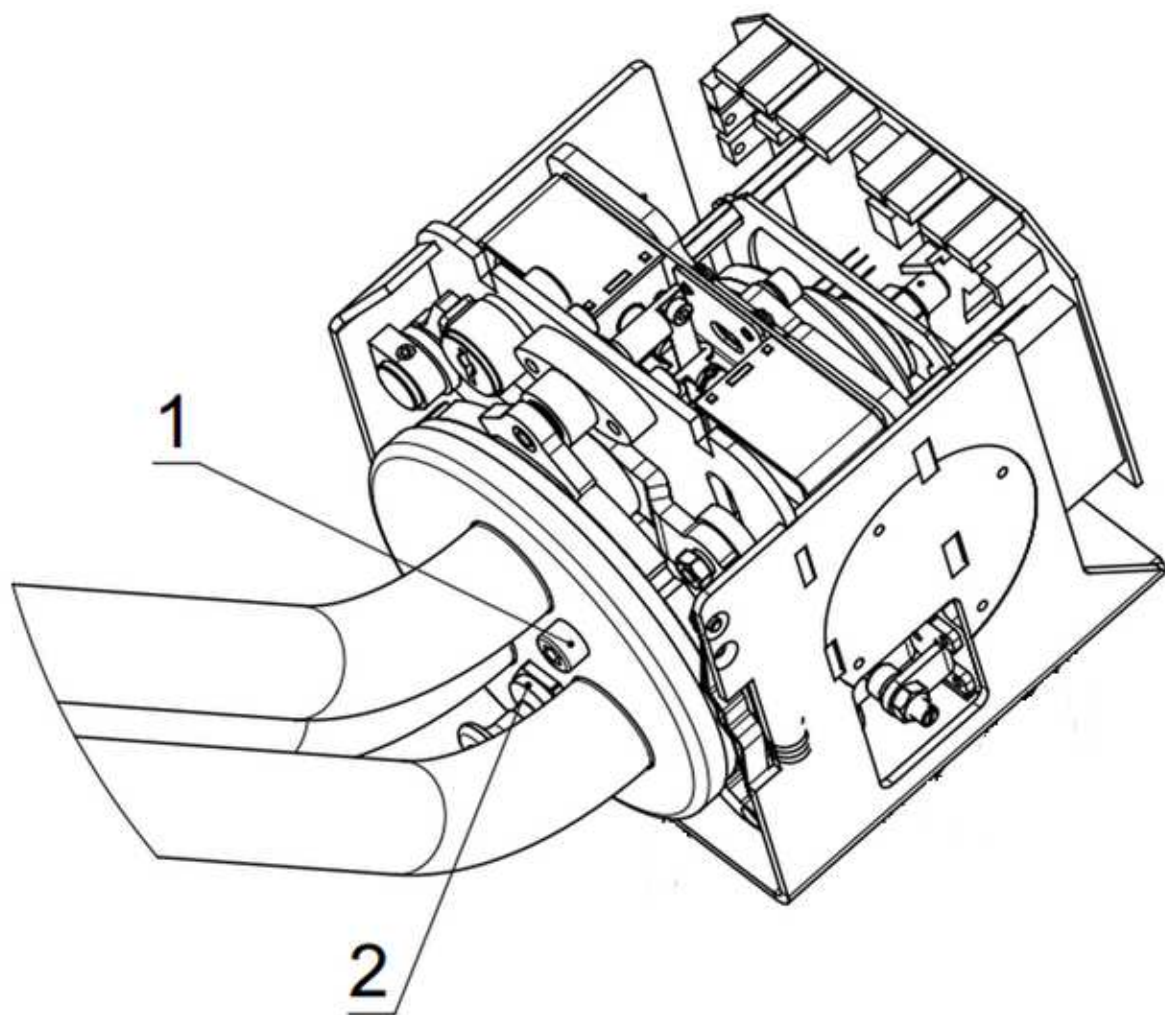

Рис.6 Открутить два винта ,крепящие блок планок.
1.3. Открутить два винта 1 (рис.6) М6 с помощью шестигранника S5.